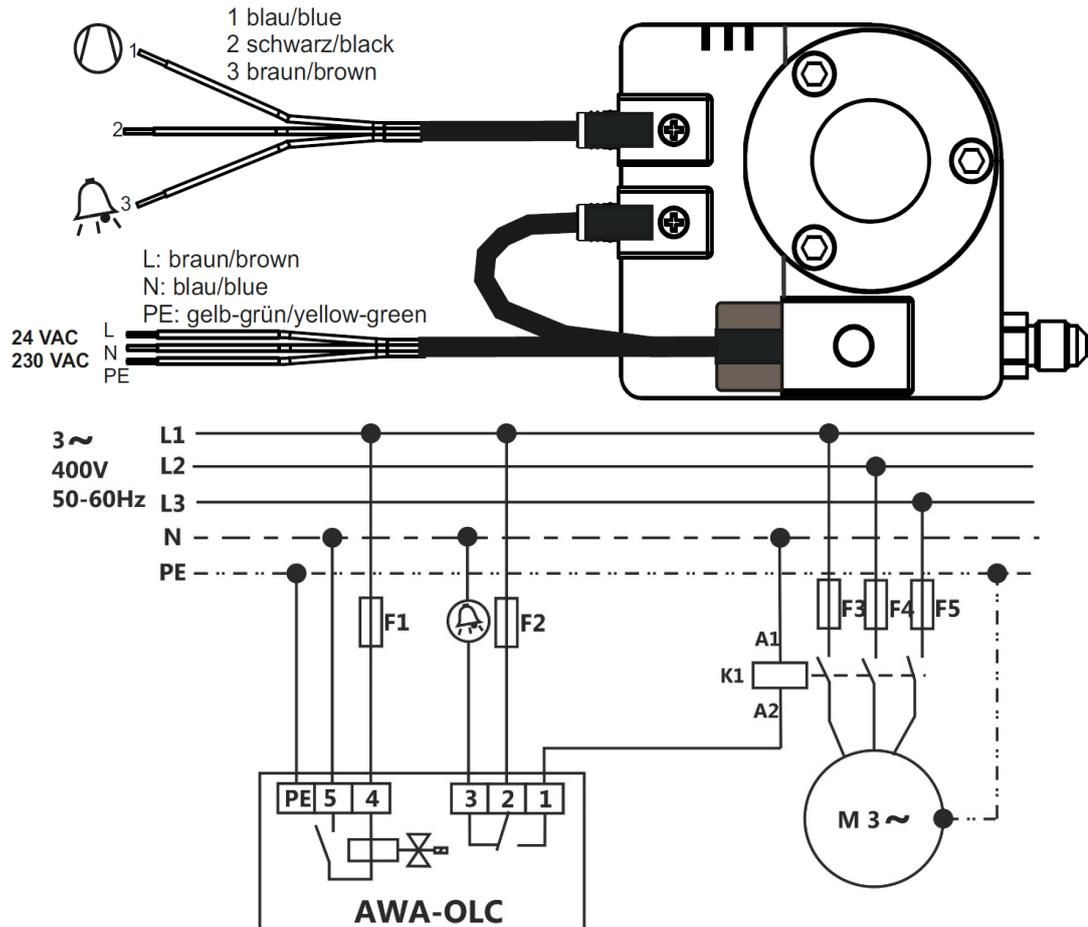

Abbildung 6: Elektrischer Anschluss
4. Stecker gemäß Abbildung 6 anschließen.
6. Weitere elektrische Verkabelung gemäß Abbildung 6.